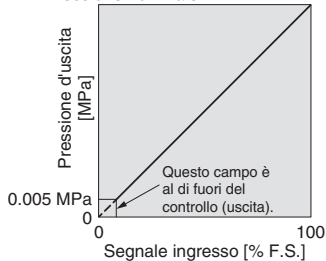

Fig. 1 Tabella delle caratteristiche di ingresso/uscita
*1 Per la relazione tra la pressione di regolazione e l'ingresso, fare riferimento alla Fig.1. Dato che la pressione di regolazione massima differisce per ciascuna visualizzazione della pressione, fare riferimento a pagina 58.